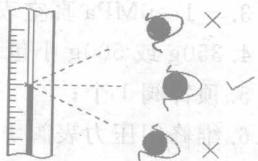

图 1-1 液柱式仪器的正确读出
使用液柱式仪器时,应注意测量开始后要稍候一会,等待仪表的示数稳定后再读数。读数时,视线与液柱的顶面应处于一条水平线上,眼睛位置偏高或偏低均造成读数不准,如图 1-1 所示。
4. 按图 1-1 中正确和错误的位置分别读数,记录正确和错误的数值,计算误差;